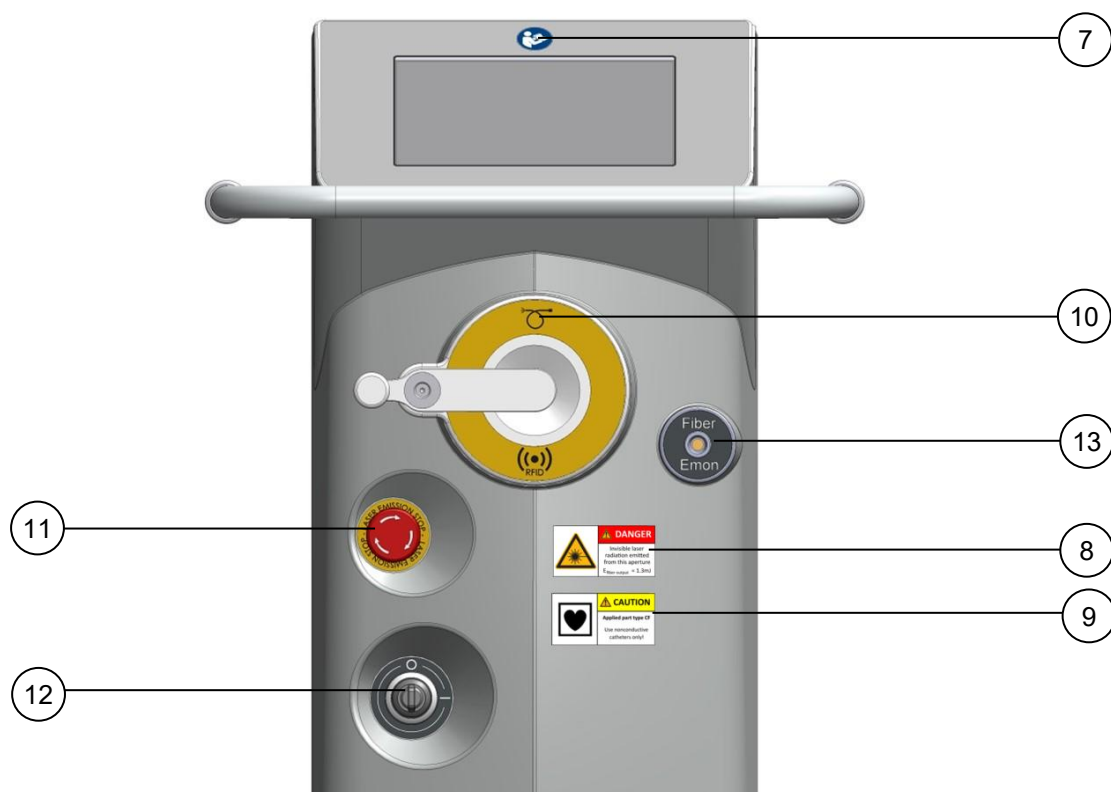

Fig. 2-2: Vista frontal
7.	Siga as instruções de utilização. A etiqueta está localizada na parte da frente do laser, por cima do painel tátil (ver Fig. 2-2).
8.	O sinal de identificação de aviso de laser alerta para a emissão de radiação laser nesta posição. A etiqueta está localizada na parte da frente do laser, junto à abertura do feixe de laser (ver Fig. 2-2).
9.	<p>Peça aplicada de tipo CF à prova de desfibrilhação</p> <p>Só é permitida a fixação de fibras do tipo CF. Só podem ser utilizados cateteres não condutores.</p> <p>A etiqueta encontra-se por baixo da ligação correspondente no painel frontal (ver Fig. 2-2).</p>
10.	<p>Ligação da fibra.</p> <p>A etiqueta encontra-se por cima da ligação correspondente no painel frontal (ver Fig. 2-2).</p> <p> Símbolo para identificação de radiofrequência.</p> <p> Aplicador de fibra ótica</p>
11.	<p>Identificação do ponto de paragem da emissão de laser.</p> <p>A etiqueta está localizada na parte da frente do laser (ver Fig. 2-2).</p>
12.	<p>Indicação da posição do interruptor de chave.</p> <p>O = "OFF" (Desligado)</p> <p>I = "ON" (Ligado)</p> <p>A etiqueta está localizada na parte da frente do laser (ver Fig. 2-2).</p>
13.	<p>Monitor de energia para a fibra.</p> <p>A etiqueta está localizada na parte da frente do laser (ver Fig. 2-2).</p>